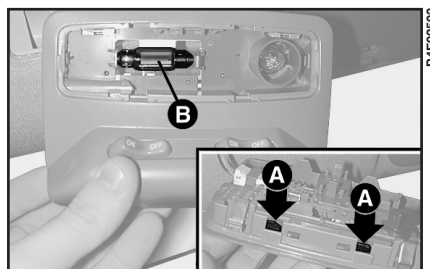

рис. 28
- нажав на язычки А (рис. 28), выньте рассеиватель из гнезда и извлеките трубчатую лампу В;